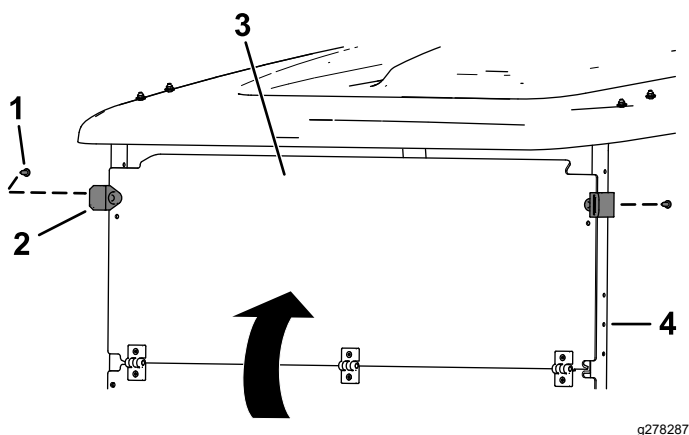

Figura 2
1. Desdobre o para-brisas e prenda a parte superior do para-brisas aos tubos de apoio do toldo utilizando os dois grampos de borracha e os dois rebites de plástico curtos nos furos superiores (Figura 2).